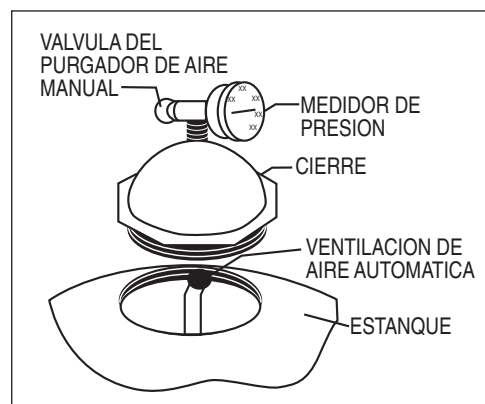

Figura 1.
10. Pivotee el difusor fuera del centro del estanque en los TR40, 50, 60, TR60 ClearPro, 100 y 140 rotando el conjunto del difusor en el sentido contrario en que giran las manillas del reloj. (**AVISO:** El conjunto del multidifusor no se debe mover en los modelos TR100HD, TR100C, TR100C-3 y TR140C, TR140C-3. Después de instalar el material del filtro tal como se ha descrito a continuación revise para verificar que las partes superiores de los difusores estén paralelas con la parte superior de la capa de arena.) Llene el estanque con agua hasta alrededor de la mitad. Vacíe gravilla primero (si se va a usar) y luego arena en la parte superior del filtro lentamente de modo que el impacto del material del filtro no dañe los laterales. Vea la información en la Tabla 2 en este manual para verificar la cantidad de arena y grava adecuada. Llene el filtro al nivel adecuado para mantener el espacio libre (vea la Tabla 2). Pivotee el conjunto del difusor de nuevo a su posición vertical si es que se movió. Asegúrese que la ventilación de aire automática está sobresaliendo en la parte superior del cierre tal como se indica a continuación en la Figura 1. Asegúrese que la ventilación de aire automática está en el centro del cierre del filtro. Lave toda la arena alrededor de la abertura roscada en la parte superior del estanque.